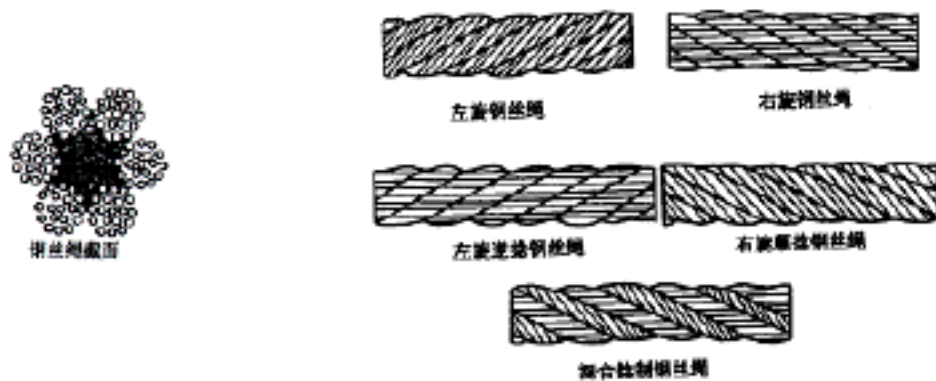

图 8-9 钢丝绳捻制与截面结构示意图
4. 钢丝绳。钢丝绳的主要用途是通过天车把绞车、游动滑车连在一起组成游动系统，从而把绞车的旋转运动变为游动滑车的升降运动，达到起下作业的目的。另外，钢丝绳还可用于井架绷绳，固定稳定井架。如图 8-9 所示。